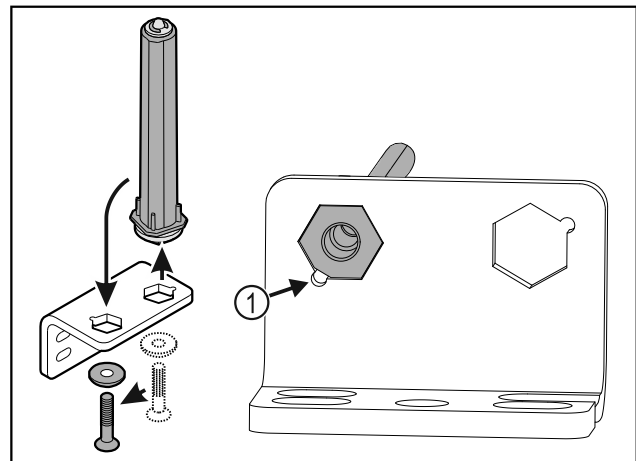

Fig. 33
- Verificare che durante l'inserimento lo smusso del perno Fig. 33 (1) sia rivolto verso il foro circolare.